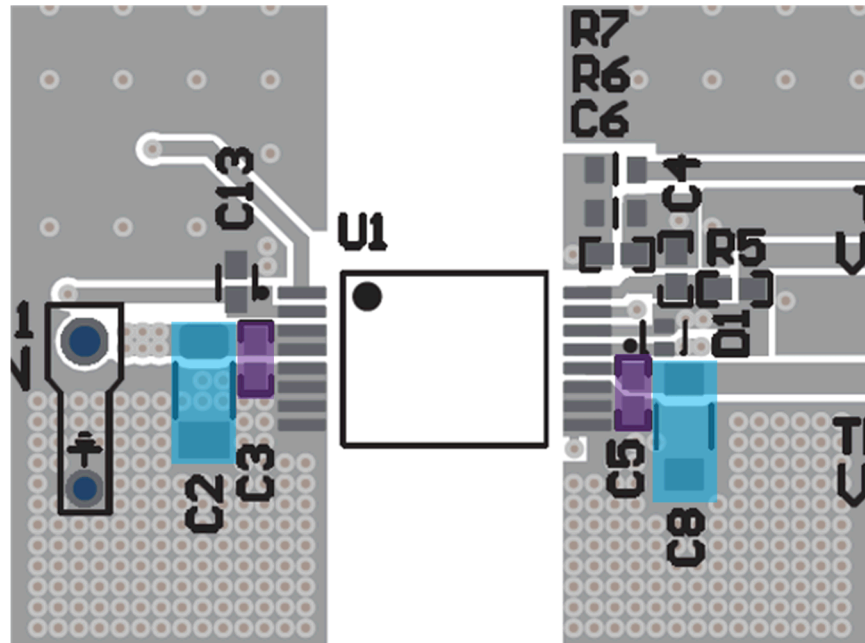

図 8-6. VIN (C2、C3) と VDD (C5、C8) コンデンサ
- b. 図 8-6 に示すように、バルク VIN コンデンサ (C2) は可能な限り近く、0.1 μ F 高周波バイパス コンデンサ (C3) と平行に、PCB 上で IC と同じ側に配置します。
2. パワー グッド ピン デカップリング コンデンサ: デカップリング コンデンサは、ピン 2 (パワー グッド ピン) の近くに、PCB の UCC35131-Q1 と同じ側に配置する必要があります。図 8-6 に示す C13 の配置を参照してください。
- b. 図 8-6 に示すように、バルク VDD-COM コンデンサ (C8) は可能な限り近く、0.1 μ F 高周波バイパス コンデンサ (C5) と平行に、PCB 上で IC と同じ側に配置します。